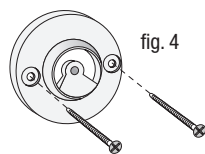

fig. 4
1. fissate la flangia sul muro, come indicato in fig. 4. Per l'eventuale cavo posato in esterno tagliate il bordo della flangia a contatto con la parete;